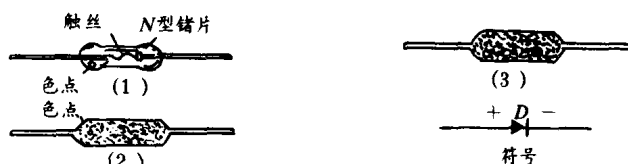

图 1-4 晶体二极管的外形与符号
晶体二极管用字母 D 代表，在电路中常用图 1-4 中的二极管符号表示，其箭头表示：电流（或正电荷）只能顺着箭头方向流动，而不能逆着箭头方向流动。图 1-4 是常用的晶体二极管的外形及符号。
①看外壳上的符号标记:通常在二极管的外壳上标有二极管的符号(参看图1-4)。标有三角形箭头的一端为正极,另一端为负极。
②看外壳上标记的色点:在点接触形二极管的外壳上,通常标有色点(白色或红色)。除少数二极管(如2AP9、2AP10等)外,一般标记色点的这端就是正极(参看图1-4)。
③透过玻璃壳看触针:对于点接触型玻璃外壳二极管,如果标记已被磨掉,则可将外壳上的漆层(黑色或白色)轻轻刮掉一点,透过玻璃看哪头是金属触针,哪头是N型锗片。有金属触针的那头就是正极(参看图1-4)。